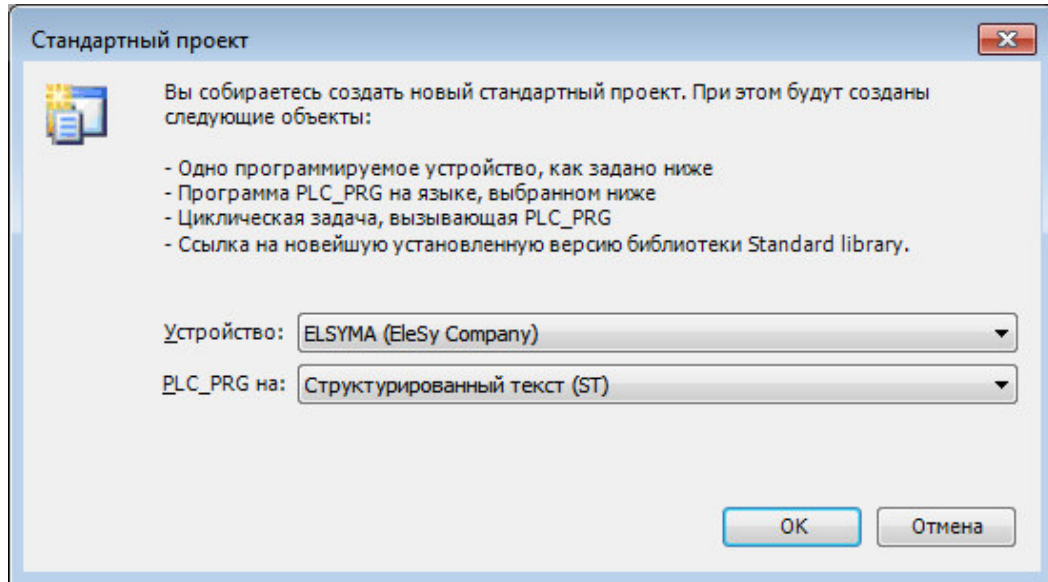
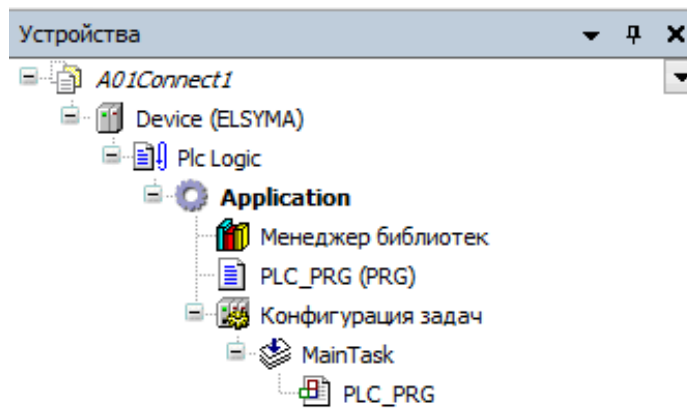

Рисунок 3.3 – Настройка стандартного шаблона проекта
Рисунок 3.4 - Дерево объектов проекта
4. В окне «**Стандартный проект**» в списке **Устройство:** выбрать контроллер – *ELSYMA (EleSy Company)*, в списке **PLC\_PRG на:** – язык реализации основного программного компонента – *Структурированный текст (ST)* (рисунок 3.3). Нажать кнопку «ОК». Созданный проект отображается в области **Устройства** в виде дерева объектов (рисунок 3.4)